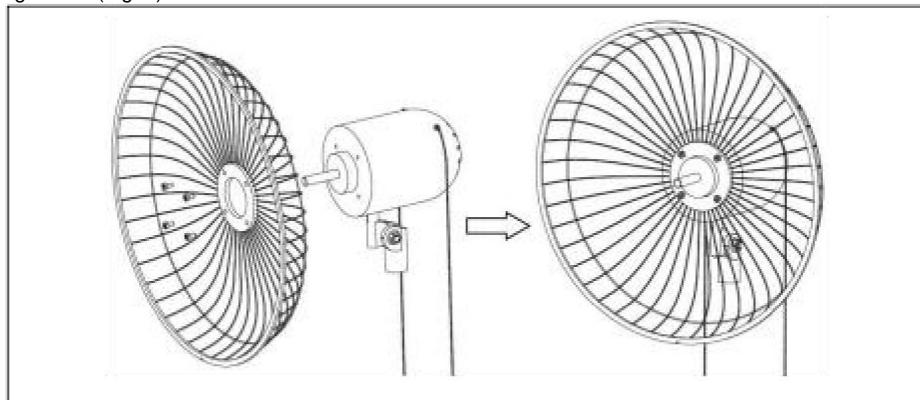

Fig.5.
- 1). Rimuovere le viti della griglia dalla testa del motore. Quindi, fissare la parte posteriore griglia (12) sulla testa del motore con la vite della griglia posteriore (13) come mostrato nella figura diagramma (Fig.5.).